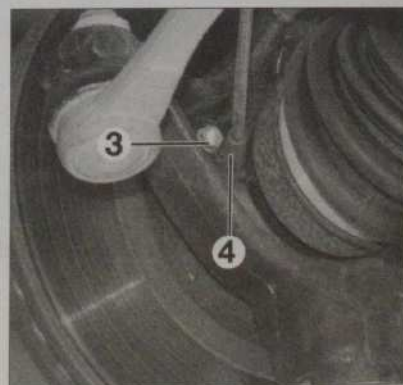

Fig. 26
- la vis (3) (Fig.26),
- le capteur de vitesse de roue avant (4).